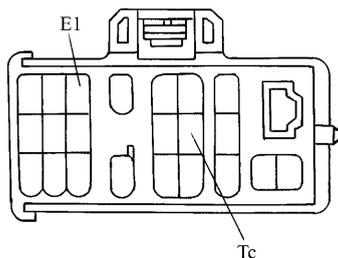
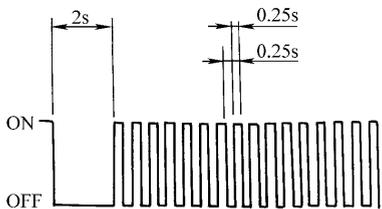
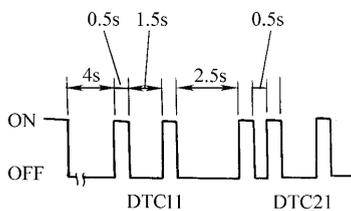

图 2-138 检查连接器 Tc 和 E1 端子
图 2-139 正常码的闪烁方式
图 2-140 DTC11、21 的闪烁方式
- (2) 用诊断导线连接检查连接器 Tc 和 E1 端子 (图 2-138)。
- (3) 点火开关拧至 ON, 但不启动发动机。
- (4) 根据 ABS 指示灯闪烁次数的数字读取 DTC。正常码和 DTC11、21 的闪烁方式分别如图 2-139 和图 2-140。